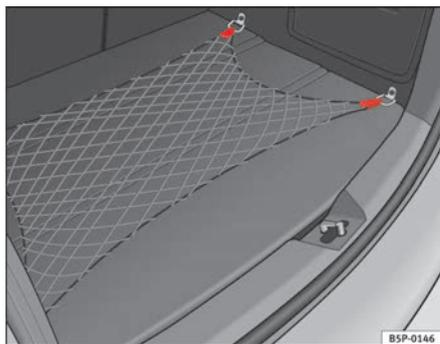

Fig. 107 Rede porta-objectos do porta-bagagens
- Utilizar as anilhas de fixação existentes nas laterais da bagageira, para fixar a rede porta-objectos ⇒ fig. 107.